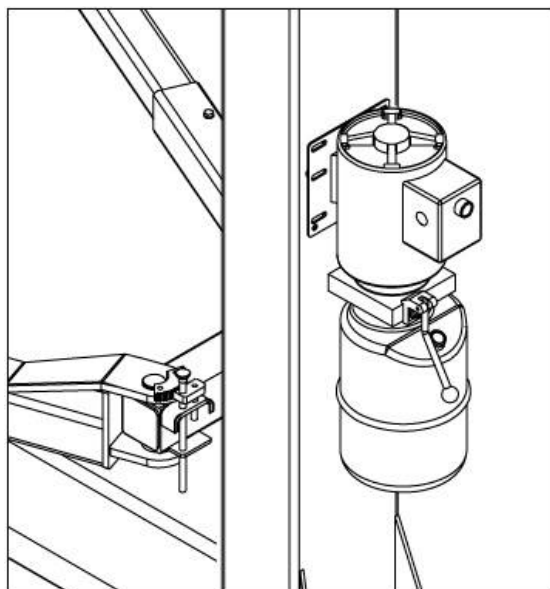

Рис. 32
- ◆ Установите насос на панель, как показано на рис. 32 и зафиксируйте его в нижней части главной колонны.